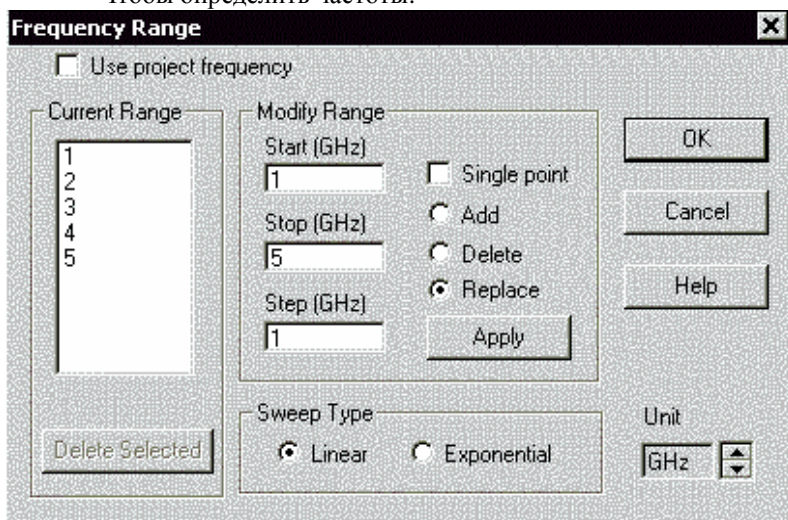

Рис. 4.14
4. Снимите галочку (если она стоит) на переключателе **Use Project Frequency** (Рис. 4.14) (Использовать частоты проекта), чтобы локальные частоты имели преимущество перед глобальными частотами проекта.